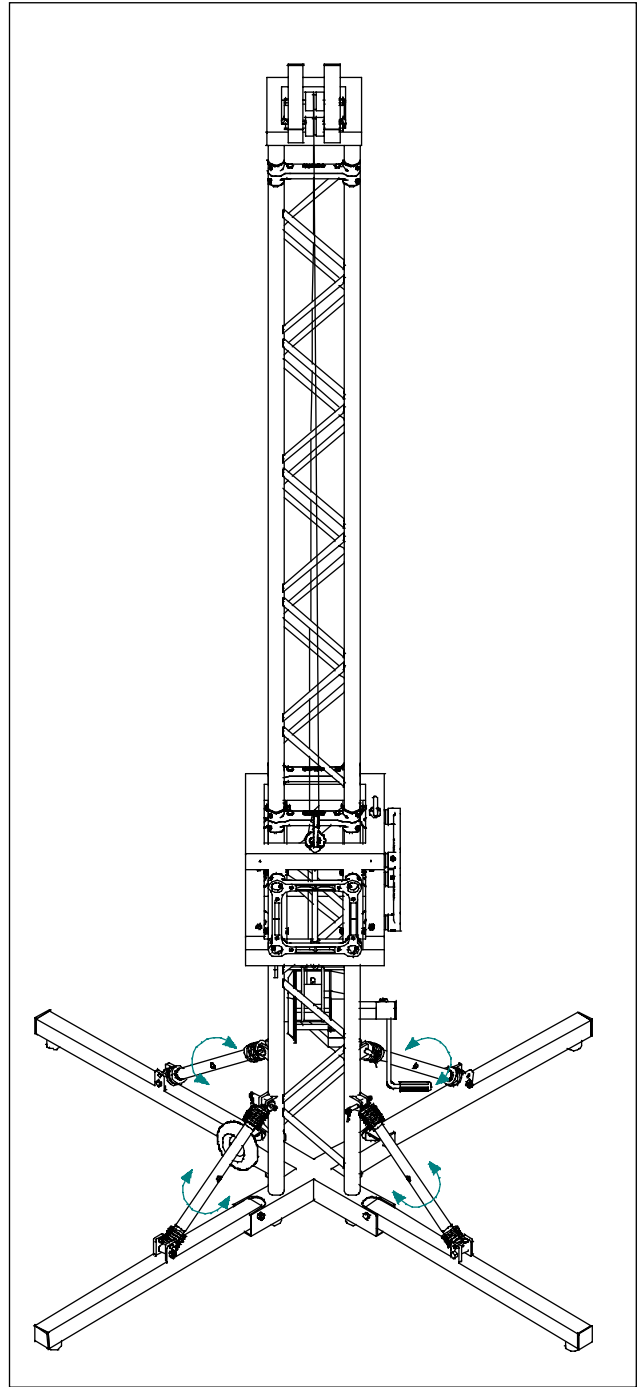
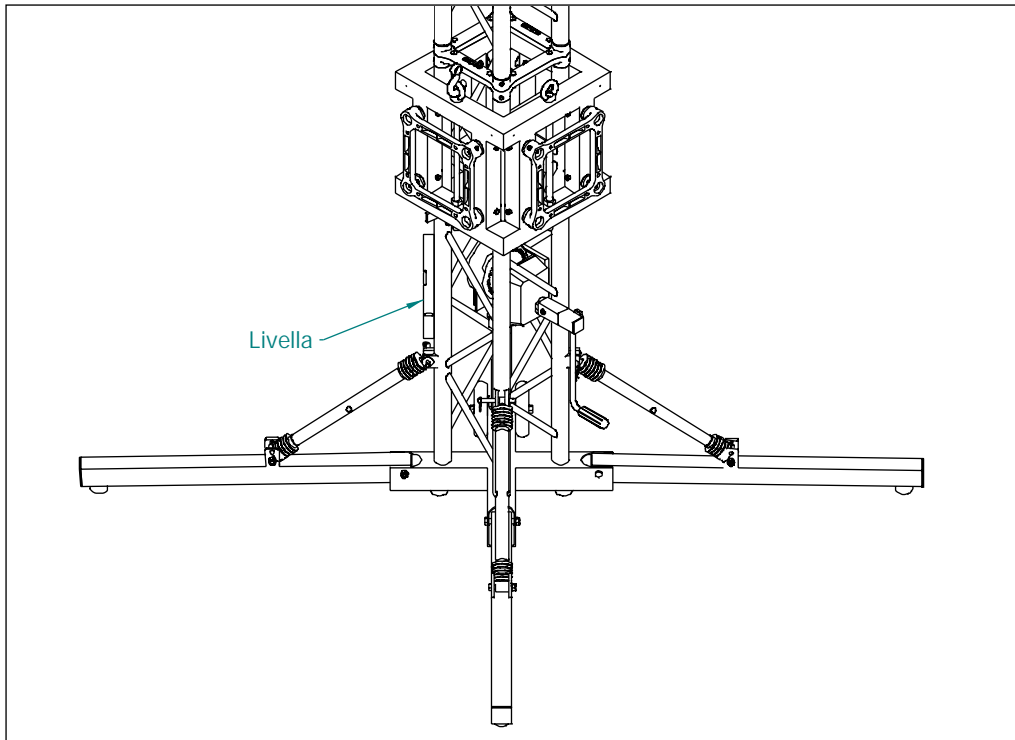

Fig. 11
Fig.12
10. A questo punto è necessario agire sui tiranti D (fig. 11) fino a riportare in posizione perfettamente verticale la torre. Per assicurarsi della perfetta verticalità della colonna è buona norma utilizzare una livella a bolla (fig. 12). Il livellamento va effettuato assolutamente prima di applicare il carico.